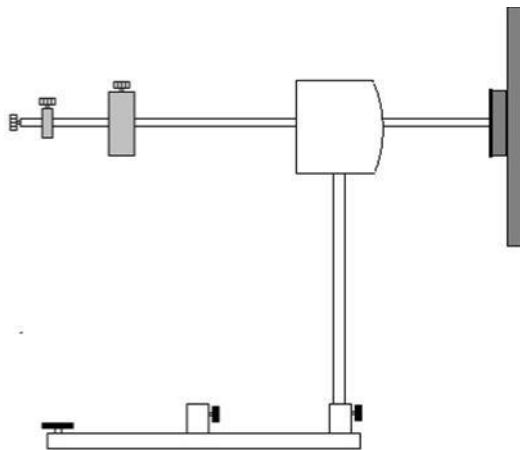

Fig. 3: Nutación
- Montar el giroscopio según la Fig. 3 y ponerlo en equilibrio.